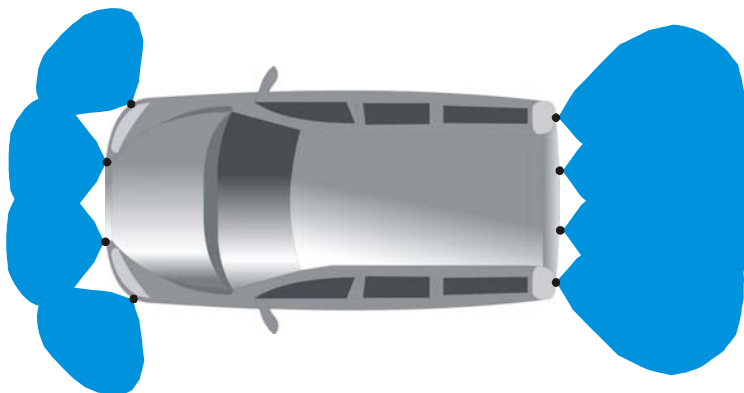

Рис.12
7.7 Необходимо учитывать, что между соседними датчиками существуют т.н. «горизонтальные мертвые зоны». На рис. 12 видно, что между синими зонами обзора каждого датчика есть белые зоны. Это и есть «горизонтальные мертвые» зоны. Если в эту область попадет тонкий вертикальный предмет, то система будет не в состоянии его обнаружить. Необходимо это учитывать.